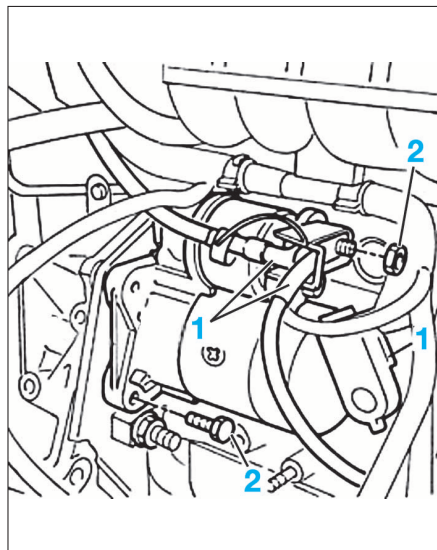

FIG. 29
- Déconnecter les câbles d'alimentation (1) (Fig.29).
- Déposer les fixations (2).